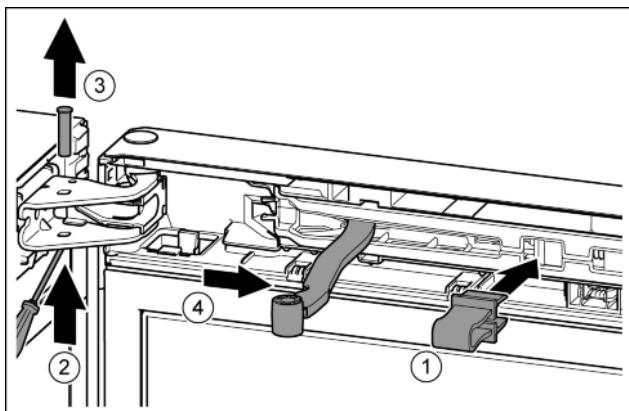

Fig. 12
- Зафиксировать предохранитель в отверстии. Fig. 12 (1)
► Выкрутить палец при помощи отвертки. Fig. 12 (2)
► Извлечь палец движением вверх. Fig. 12 (3)
► Повернуть шарнир в направлении двери. Fig. 12 (4)